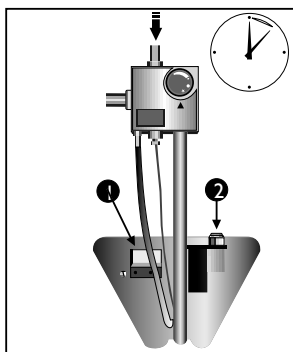

Figura 30
- A los 15 segundos, manteniendo bajo presión el botón, mire a través de la abertura; accione permanentemente el botón del encendedor electrónico hasta que encienda la llama del piloto. Mantenga presionado el botón de paso de gas al piloto durante 15 segundos más (Ver figura 30).